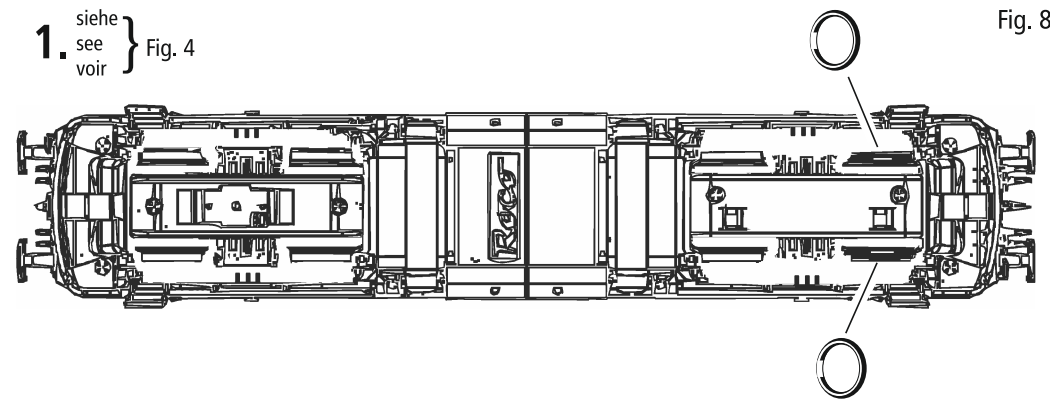

Fig. 9
3. Kohlebürstenwechsel: Lokgehäuse abnehmen (Fig. 3). Danach wird der Motor ausgebaut und die Kohlebürsten ausgewechselt (Fig. 9).
3. Remplacement des balais du moteur: Démontez la caisse (voir fig. 3). Démontez ensuite le moteur et échangez le balais (fig. 9).
3. Carbon brush changing: First remove loco body (fig. 3) and then the motor (fig. 9).
voir } Fig. 9